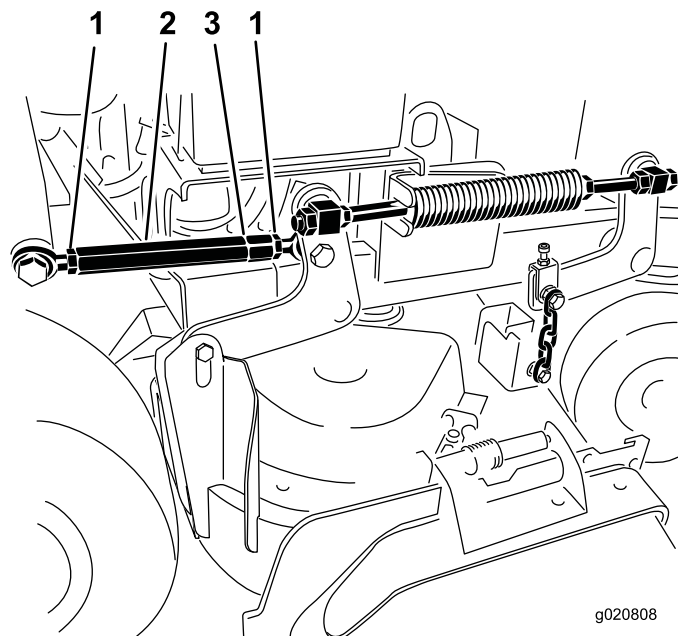

Figura 86
5. Afloje las contratuercas en ambos extremos del tensor (Figura 86).
- Nota:** El extremo del tensor que tiene la muesca mecanizada tiene rosca a izquierdas (Figura 86).